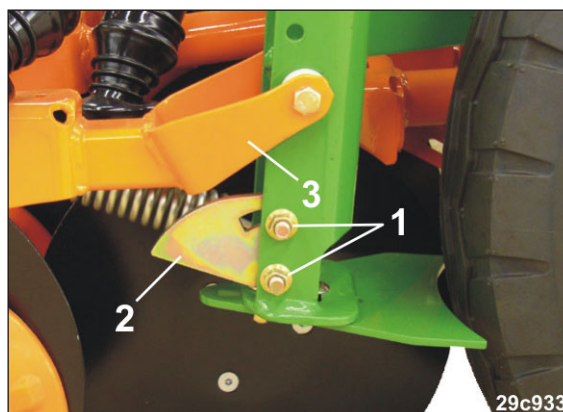

Bild 178
2. Lossa muttrarna (Bild 178/1).
3. Ställ in sättdjupet för ytterbillarna (Bild 178/3) genom att vrida på (Bild 178/2) kurvskivan.